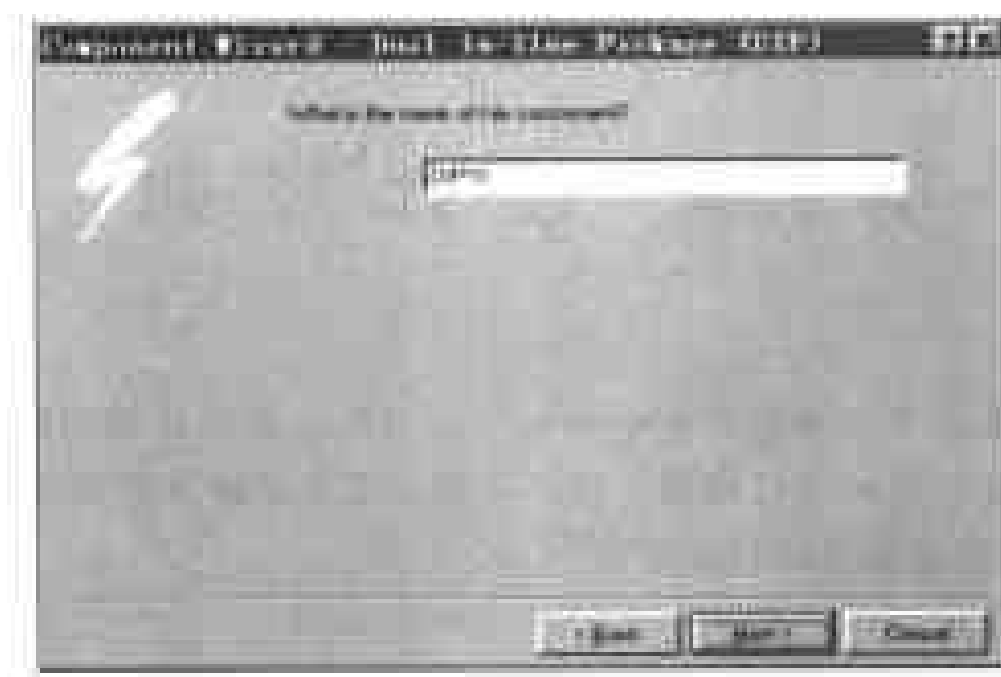

图 8-63 设置元件名称
(6) 在此对话框中用户可以设置元件的引脚个数,在对话框中的元件示意图上方的输入框中输入数值 16,设置元件的引脚数为 16,然后单击 Next 命令按钮,进入下一个对话框,如图 8-63 所示。